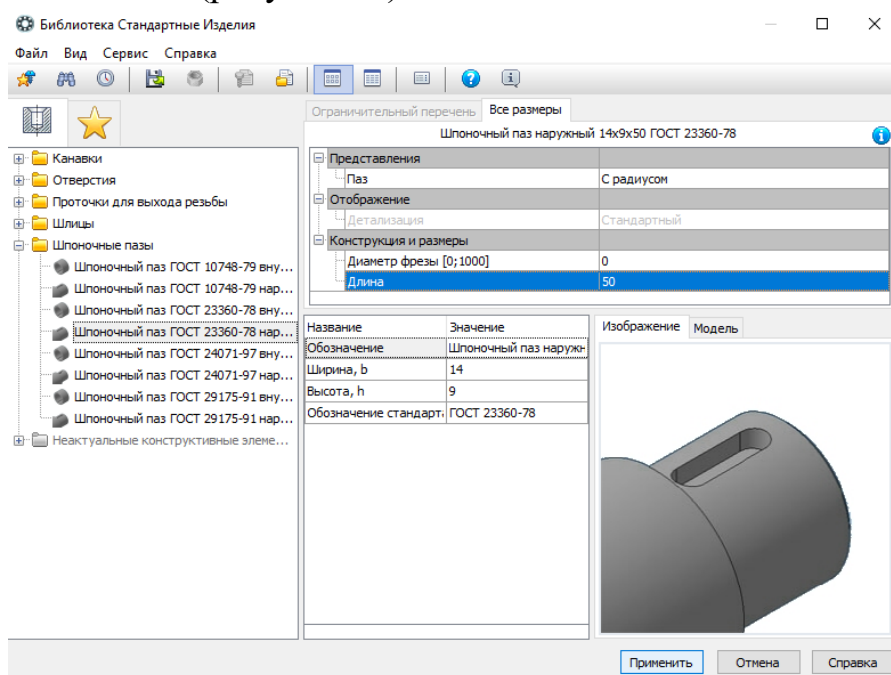
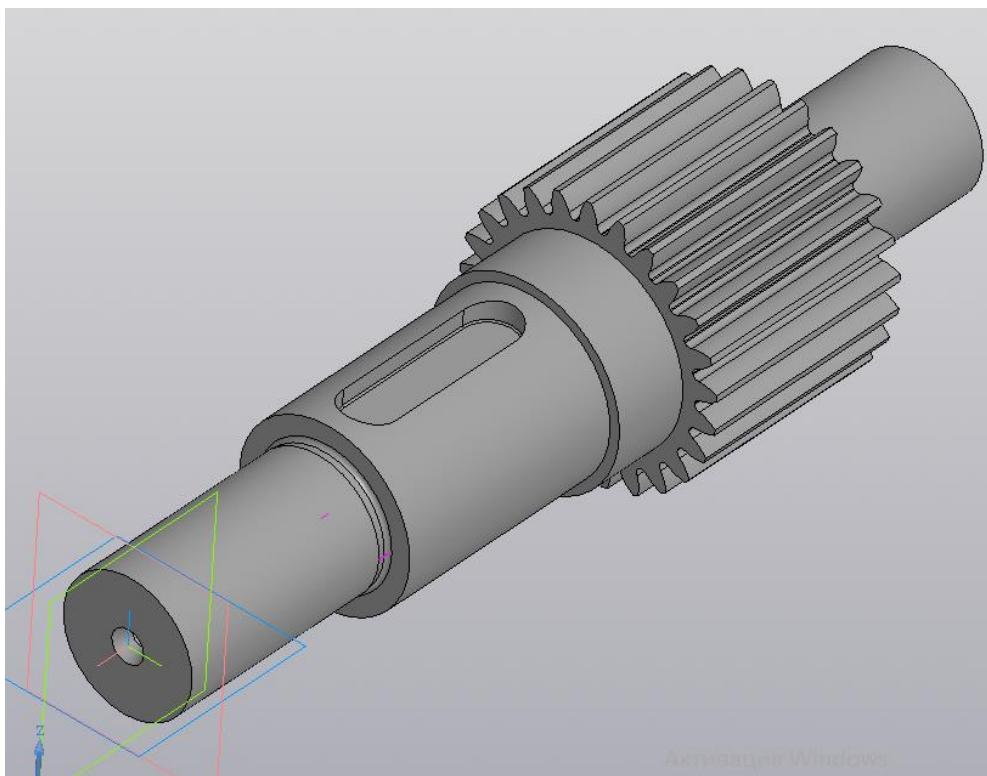

Рисунок 24 - Окно выбора параметров шпоночного паза
Рисунок 25 - Результат построения шпоночного паза
- В окне *Библиотека Стандартные изделия* выполните двойной щелчок мышью в поле *Длина*. В списке *Выбор типоразмеров и параметров* выполните двойной щелчок на значении длины паза 50 мм (рисунок 24). Нажмите кнопку *Применить*. Далее нажмите кнопку *Создать*  – в модели будет построен шпоночный паз (рисунок 25).